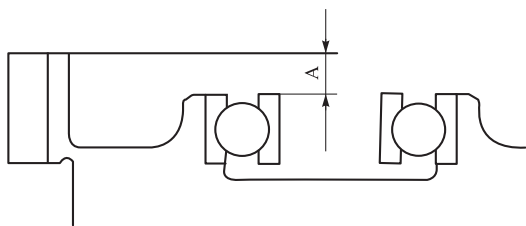

图 2-20 测量距离 A
⑫ 借助测力计，用 39 N 的力压下专用工具，读取百分表的数值，该数值为离合器压盘与摩擦片之间的间隙，也等于压盘与卡环之间的间隙，如图 2-20 所示。至少测量 3 个位置，取平均值作为实际间隙值。离合器压盘与钢片之间的间隙极限值为 0.55 ~ 0.85 mm。
⑬ 如果间隙超出维修极限，则应选择适当厚度的离合器压盘。
⑭ 安装新的离合器压盘，然后重新检测间隙。如果已经安装了最厚的离合器压盘，但间隙仍然超出维修极限，则应更换离合器摩擦片和钢片。
(7) 主减速器半轴轴向间隙的检测与调整
① 测量飞轮壳体表面与轴承内座圈之间的距离 A，如图 2-20 所示，然后记录测量值。
② 将中间轴从动齿轮安装到主减速器半轴上，然后将主减速